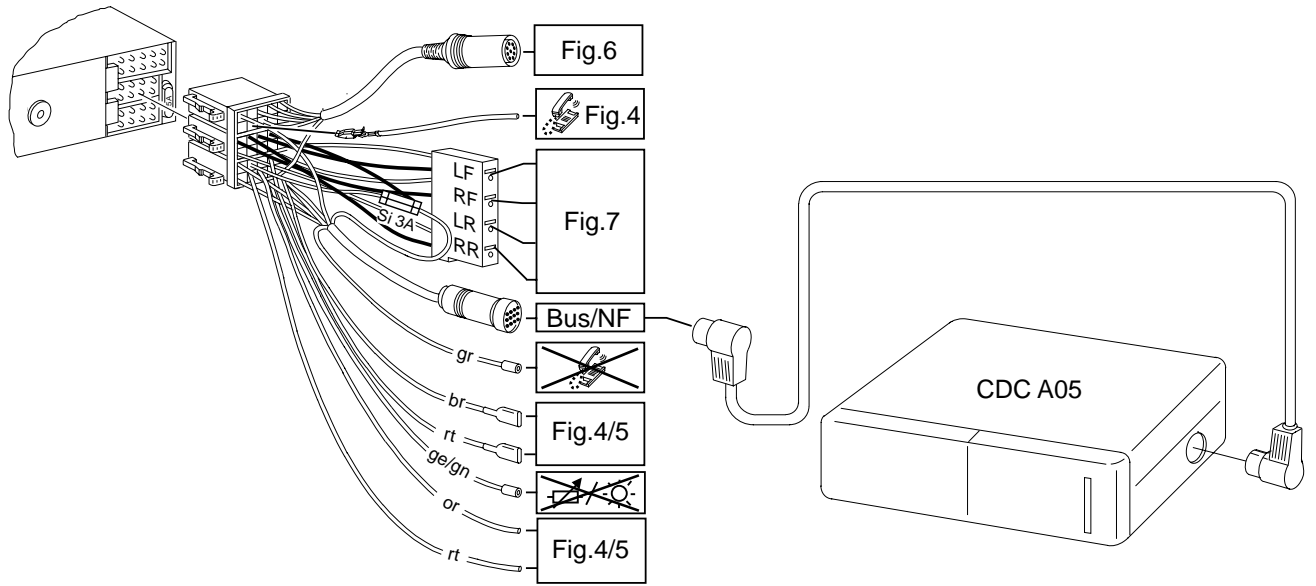

Fig. 9
- Anschluß CD-Player Fig. 9
Connection of CD-Player fig. 9
Raccordement de CD-Player fig. 9